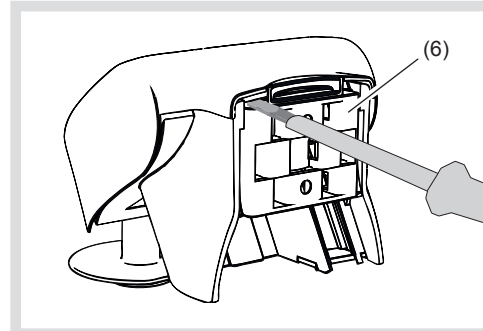

Bild 4: lossa fästet
Dra inte ingångskablar parallellt med nätkablar för att undvika EMV-störningar. Väderstationen levereras inklusive fäste för vägg och mast (6). Denna är vid leveransen låst på baksidan (bild 4).
- Lossa fästet (6) försiktigt ur låset med en skruvmejsel och skjut den nedåt (bild 4).